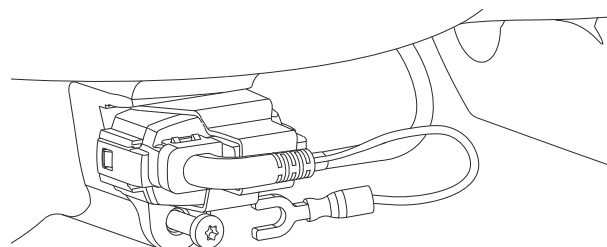

Рис. 7 Снятие заземляющего провода
4. Снимите гермоввод кабеля (530). В это время не проворачивайте кабель датчика.
5. Отсоедините штекер кабеля датчика от платы управления (159) и аккуратно вытащите кабель датчика из блока управления (163).
6. Ослабьте винт (534а) максимум на два оборота, чтобы снять заземляющий провод с кронштейна. См. рис. 7.